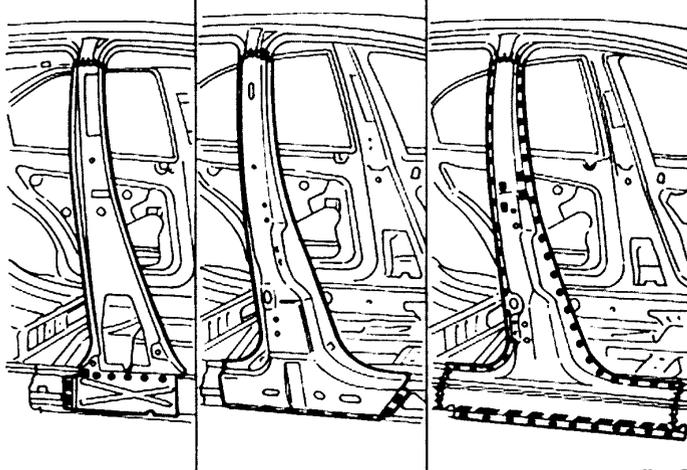

fig. Car. 103
- Positionner le montant intérieur et effectuer la soudure MIG sur le bord supérieur et par remplissage sur les trous effectués précédemment (fig. Car. 103).